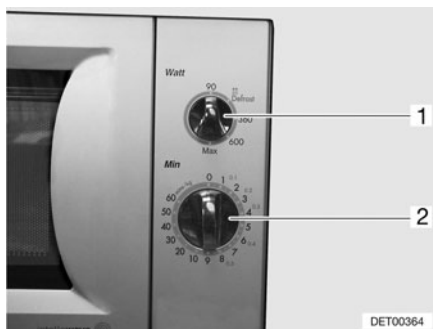

Fig. 177 Boutons de commande du four à micro-ondes
- Sélectionner la puissance sur le bouton tournant (Fig. 177,1).
- Sélectionner la durée de cuisson sur le bouton tournant (Fig. 177,2). La cuisson commence.